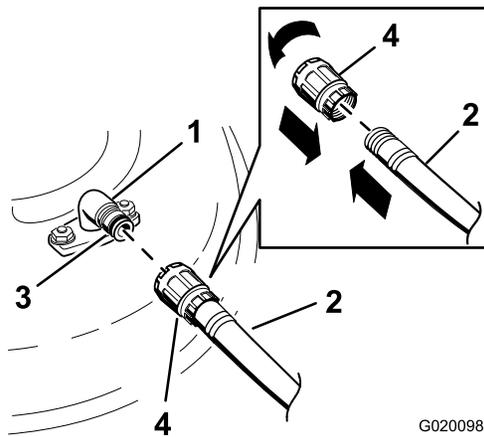

Bild 72
- Montieren Sie die Schlauchkupplung auf die Kupplung am Mähwerk-Spülanschluss und drehen Sie das Wasser mit starkem Druck auf (Bild 72).